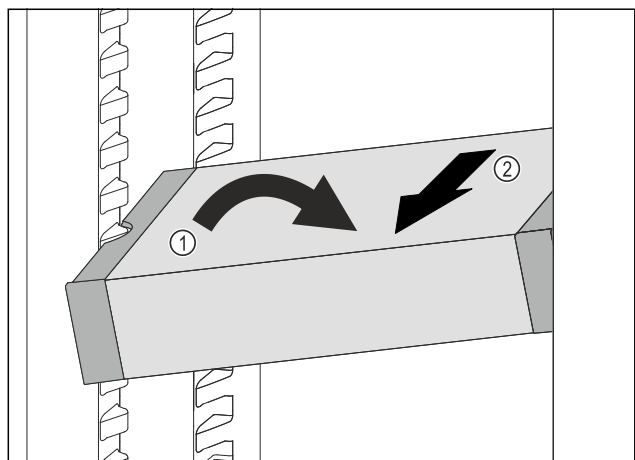

Fig. 47
- Incliner le VarioSafe dans la partie réfrigérateur. Fig. 47 (1)
- Sortir le tiroir VarioSafe par l'avant. Fig. 47 (2)